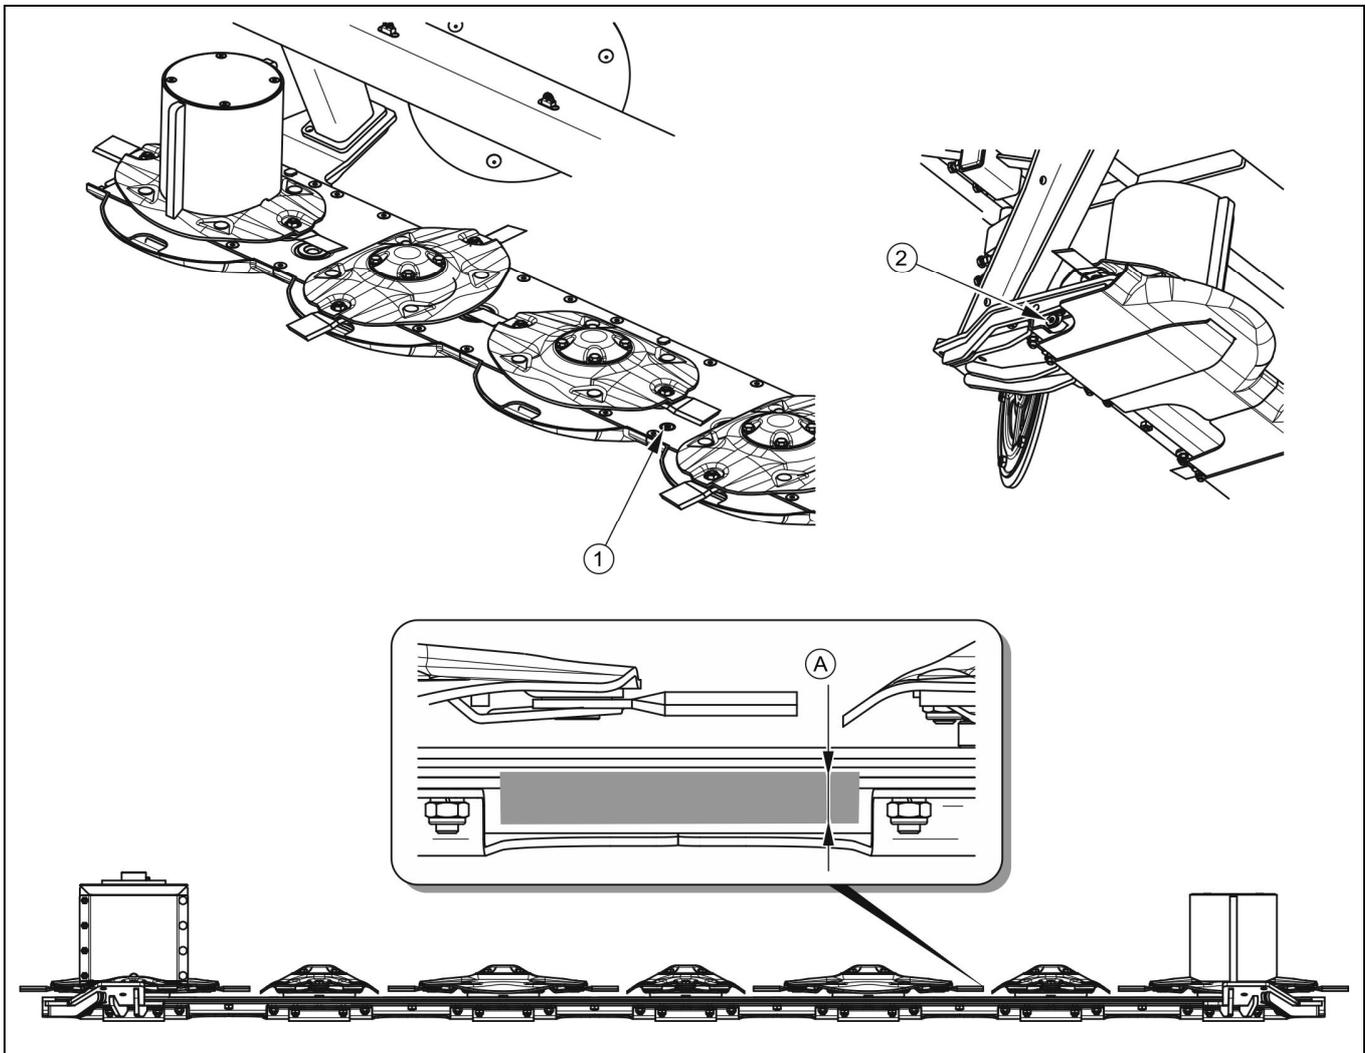

ABBILDUNG 5.7 Prüfen des Ölstands im Mähbalken
(1)- Einfüllschraube; (2)- Ablassschraube; (A)- korrekter Ölstand 6 ÷ 8mm von der Unterseite des Balkens
Der korrekte Ölstand (A) sollte bei waagrechttem Balken 6 ÷ 8mm von der Unterseite des Balkens entfernt sein. Um den Ölstand zu überprüfen, schrauben Sie den Kontroll- und Einfüllstopfen (1) ab, der sich zwischen der dritten und vierten Scheibe befindet (ABBILDUNG 5.7). Wenn das Öl kalt ist, warten Sie etwa 15 Minuten, bevor Sie es überprüfen. Prüfen Sie den Ölstand nur auf einem waagrechttem Mähbalken.
- schrauben Sie den Kontroll- und Einfüllstopfen (1) ab (ABBILDUNG 5.7),
- schrauben Sie die Ablassschraube (2) ab und lassen Sie das Öl in einen vorbereiteten Behälter ab,
- schließen Sie die Ablassschraube (2),
- stellen Sie die Schneideinheit waagrecht und gießen Sie die erforderliche Ölmenge durch die Kontroll- und Einfüllöffnung (1) ein.